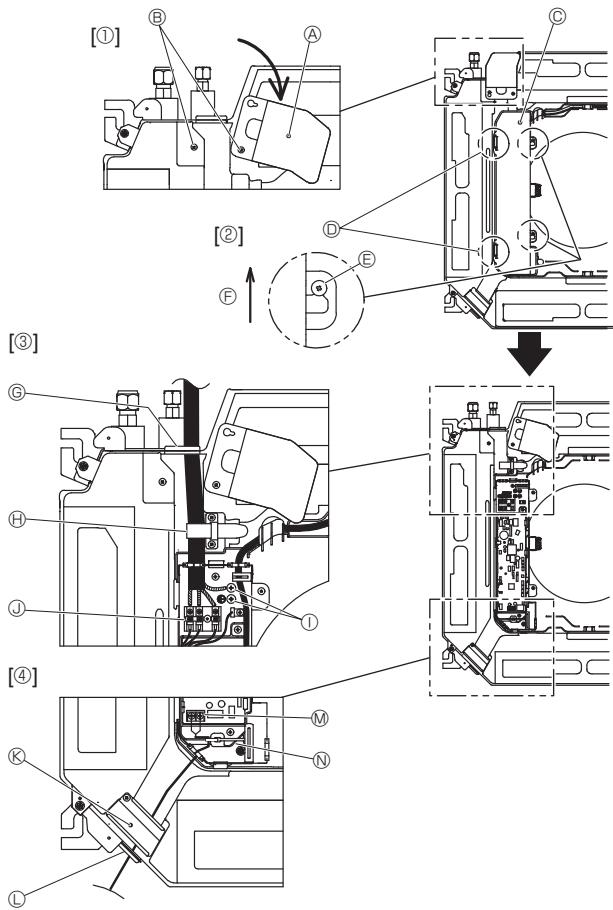
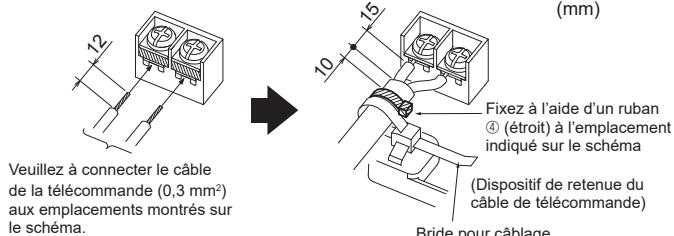

Fig. 6-1
Fig. 6-3
### 6.1. Appareil intérieur (Fig. 6-1)
- Desserrez les deux vis de fixation du panneau de service du câblage électrique et faites tourner le panneau. [Fig. 6-1 ①]
- Desserrez les deux vis de fixation du couvercle du boîtier électrique et faites glisser le couvercle. [Fig. 6-1 ②]
- Faites passer le câble d'alimentation, le câble de raccordement des appareils intérieur/extérieur et le fil de terre par les entrées de fils indiquées sur le diagramme. [Fig. 6-1 ③]
- S'il est impossible d'utiliser des bornes rondes serties, voir Fig. 6-3 à 6-6. Reportez-vous à 6.1.1. et 6.1.2. pour le raccordement.
- Faites passer le câble de télécommande via les entrées de fils indiquées sur le diagramme et raccordez-le. [Fig. 6-1 ④, Fig. 6-3]